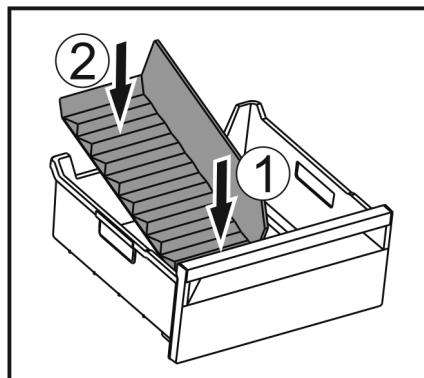

Fig. 196
- Установите переднюю часть разделителя отделения для льда. Fig. 196 (1)
- Опустите заднюю часть разделителя отделения для льда на дно выдвижного ящика. Fig. 196 (2)